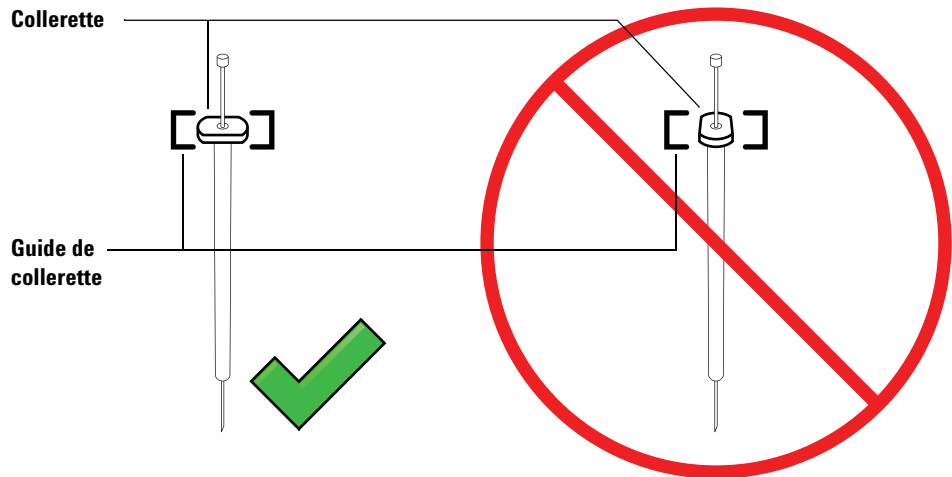

Figure 41 Orientation de la collerette de la seringue
- 7 Alignez la collerette de la seringue avec le guide de collerette, puis appuyez sur la seringue pour la mettre en place tout en maintenant l'extrémité de l'aiguille dans l'orifice de guidage du pied du support d'aiguille. Assurez-vous que le côté plat de la collerette de la seringue soit visible (Figure 41).